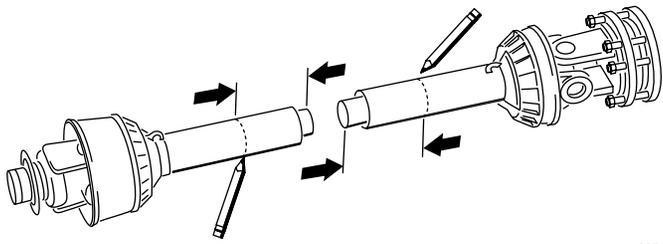
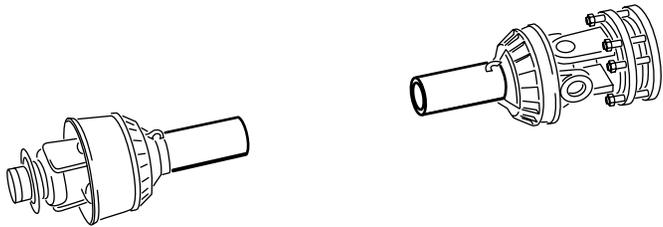

Figura 18
Figura 19
- Usando las dimensiones determinadas en el paso 8, localice, marque y recorte el protector y el tubo de cada mitad de la TDF (Figura 18 y Figura 19).